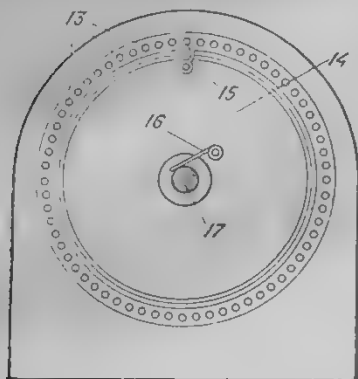
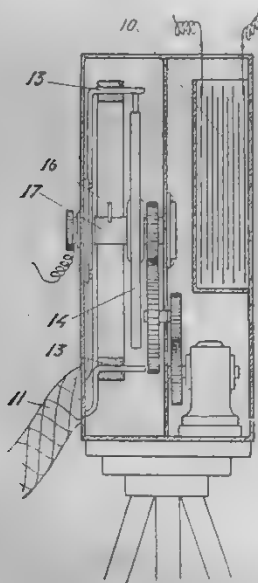

Рис. 4. Коммутатор.
Рис. 5. Передатчик.
лированные провода (6) собраны в общий пучок (7). В дальнейшем они переходят в общий шнур (11), соединяющий оптическую камеру (1) с коммутатором (12). Последний помещен в ящике (рис. 5) вместе с электромотором вращающим посредством зубчатой передачи металлический диск (14) коммутатора (также рис. 4) и батарей (10), питающей все устройство током. Вращающийся диск (14) коммутатора несет на себе укрепленную на нем эластичную металлическую щетку (15), а в осевом направлении диска (14) коммутатора укреплен неподвижно щетка (16), по которой эта ось скользит при своем вращении (ось и диск взаимно скреплены). Щетка (15) скользит по расположенным равномерно по окружности вокруг диска штифтам (13) в числе, равном числу проводов (6), давая с этими штифтами поочередно электрический контакт. Штифты (13) электрически соединены в очередном соответствии участков селенового экрана с проводами (6) оптической камеры; каждый из штифтов (13) соединен с соответствующим проводом (6).